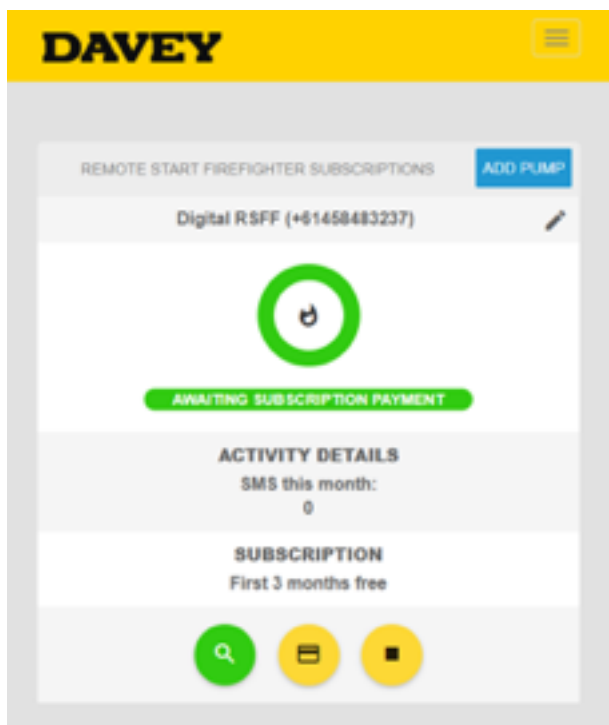

Figure 7.16
- > Une fois l'inscription de la pompe et de la carte SIM réussie, vous verrez *Figure 7.16* ;